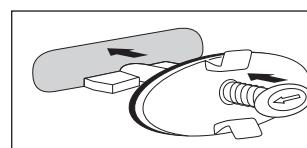

Fig. 4
- Dans le cas où le débordement se prolonge, maintenez la goupille à ressort enfonceée et basculez le levier de verrouillage de manière à ce qu'il soit perpendiculaire à la goupille à ressort (fig. 4).